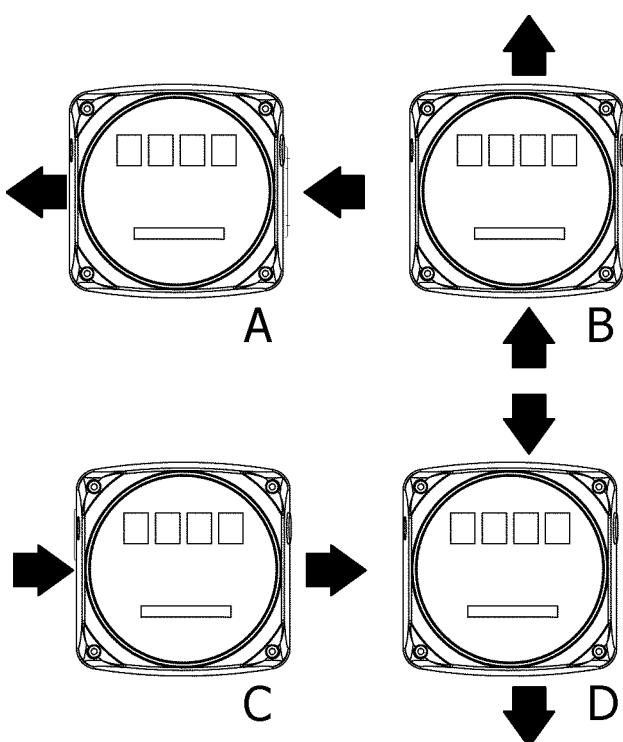

Fig. 2
- The meter is supplied in the standard configuration B (fig. 2). The meter and cover can be rotated by 90° to 90° in respect to the body in order to carry out the other three (A, C, D) configurations.
- El contador se suministra en la configuración estándar B (Fig. 2). El contador y la tapa pueden ser giradas de 90° en 90°, respecto al cuerpo, para realizar las restantes configuraciones ilustradas (A, C, D).
- Le compteur est fourni dans la configuration standard B (fig. 2). Le compteur et le couvercle peuvent toutefois être tournés de 90° en 90° par rapport au corps pour réaliser les autres configurations présentées (A, C, D).
- Der Zähler wird standardmäßig in Ausführung B (Bild 2) geliefert. Zähler und Deckel können um jeweils 90° gedreht werden, um die Ausführungen A - C - und D zu erreichen.